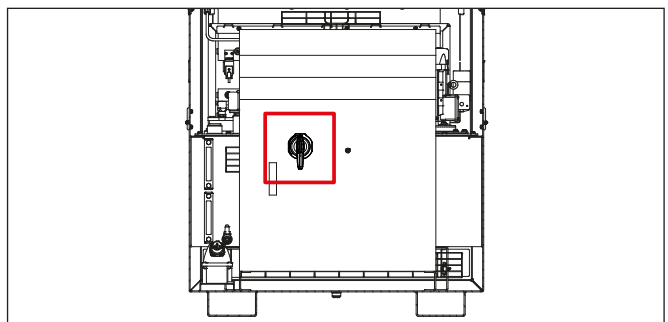

Figura 50: Disposición del interruptor principal
- Encienda el interruptor principal en el armario eléctrico. Consulte la Figura 50 para ver la ubicación del interruptor principal del sistema.